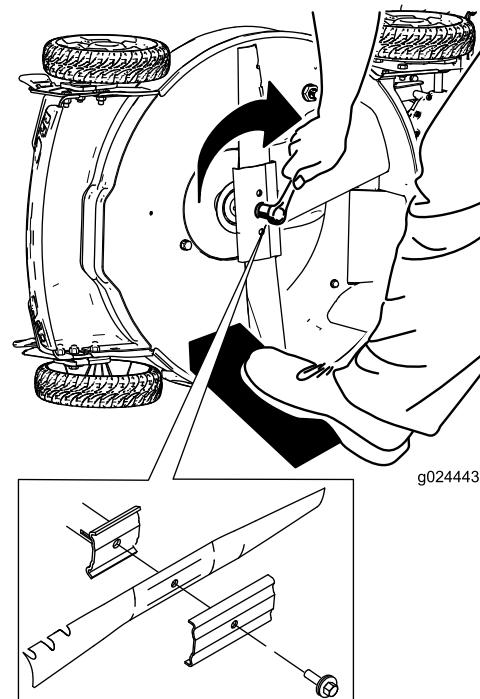

Рисунок 13
1. Установите новый нож, закрепив все крепежные детали (Рисунок 13).